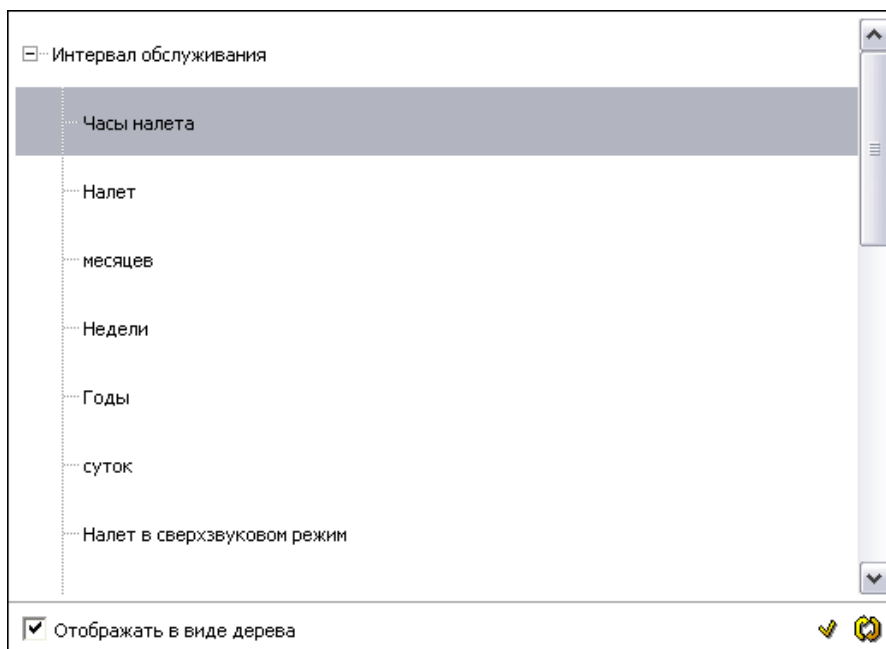

Рис. 7.9
7. Можно изменить режим отображения списка единиц измерения. Для этого включите опцию **Отображать в виде дерева**. После этого окно единиц измерения примет вид, показанный на Рис. 7.9.